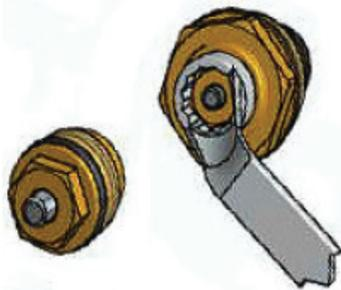

**Рис.6 Очистка расходомера**
- Очистка расходомера (**Рис.6**).
3. Выкрутите колбу расходомера с помощью ключа, придерживая черный штуцер другим ключом (D);
4. Очистите колбу расходомера или замените на новую и установите обратно на вентиль (E);